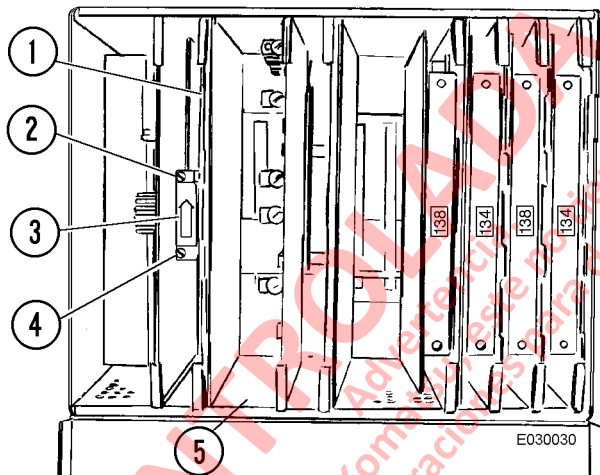

FIGURA 3-2. UBICACIÓN DE LA BATERÍA
13. Conecte un VOM por los tornillos que aseguran la placa verde en el borde de la tarjeta CPU del PSC en el panel ICP. Conecte el conductor positivo al tornillo superior (2, Figura 3-2) y el conductor negativo al tornillo inferior (4).
14. Conecte un VOM por los tornillos que aseguran la placa verde en el borde de la tarjeta CPU de la TCI en el panel TCI. Conecte el conductor positivo al tornillo superior (2) y el conductor negativo al tornillo inferior (4).